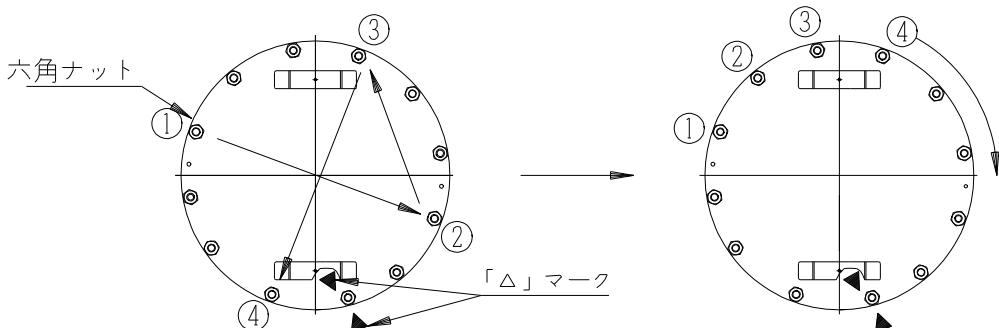

図10-4 六角ナットの取り付け
- ⑥ ろ過タンクフタの六角ナットを以下の手順を参照して締め付ける。
1. 図10-4のように4ヶ所を対角線の順で、軽く力を入れる程度に締め付ける。
3. 12ヶ所すべて取り付けたあと、図10-4のようにならんでいる順に1個ずつ強く締め付ける。
- ⑦ 配管のバルブ（5ヶ所）すべてを開けて、過電流遮断機（100V／200V）および本体の漏電ブレーカ（100V／200V）を入れる。
- ⑧ 本機のコントロールパネルには曜日を示す数字が点滅しているので「確定」キーを押して通常の表示にもどし、「運転」キーを押し、運転を開始する。